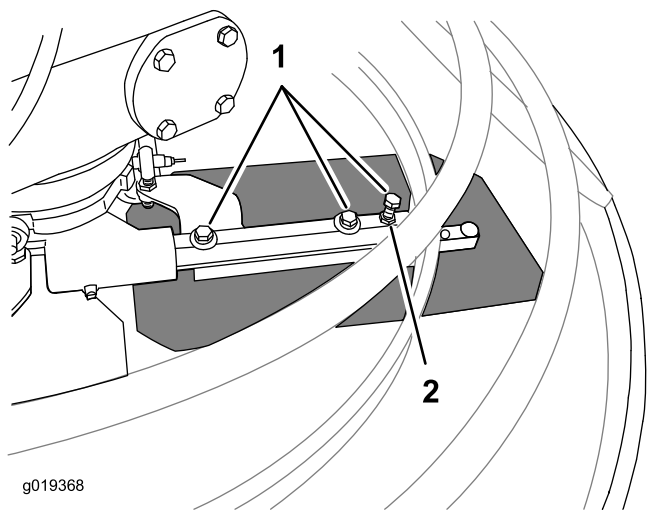

Figura 34
- 4. Afloje los pernos de 3 a 4 vueltas (Figura 34).